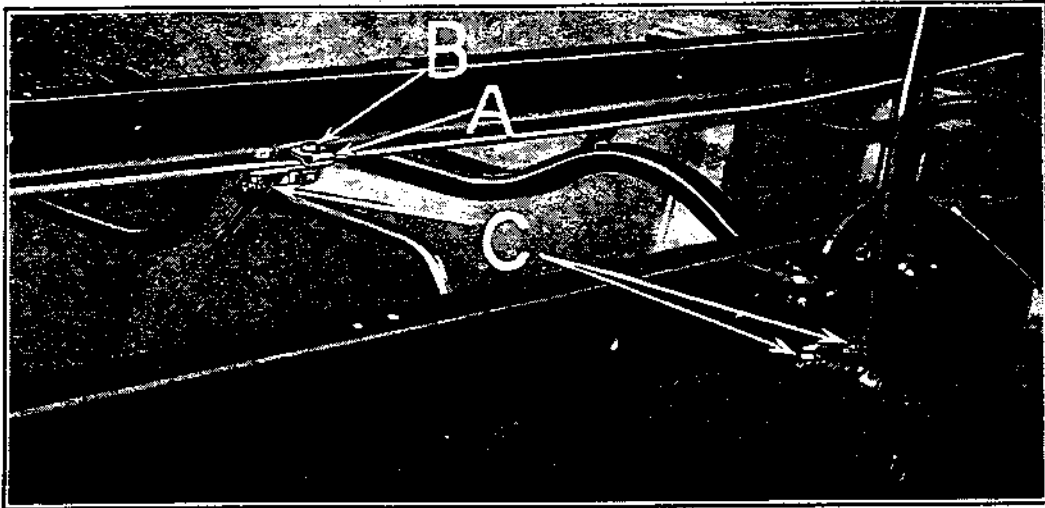

Fig. 65
- a) Passer les 4 boulons de fixation du support de l'arbre de commande au châssis, en mettant en place le support du tuyau d'essence (voir A, fig. 65), sous la tête du boulon B.